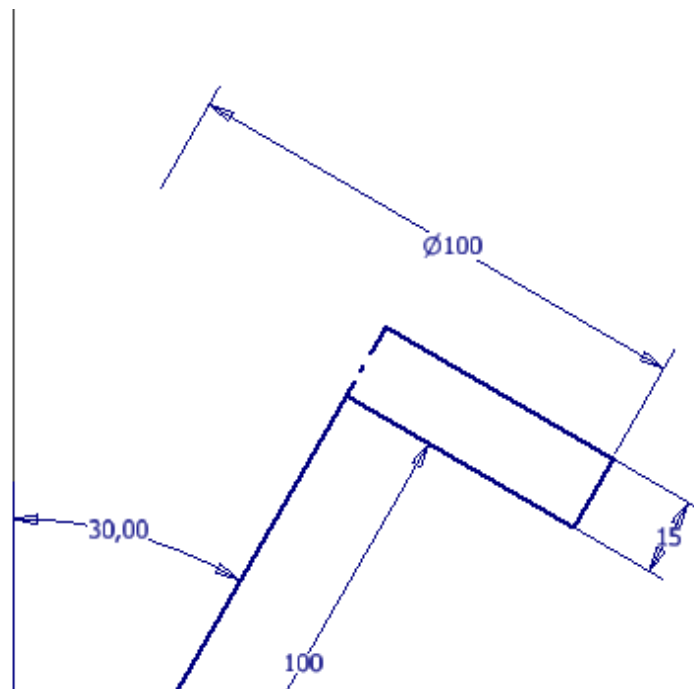

Рисунок 2.4 – Простановка диаметра и толщины будущего фланца
41) Поместите размер и установите значение «**L мм**» (см. рисунок 2.4).